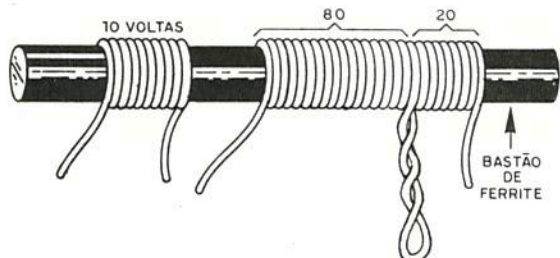

FIGURA 13
f) Com todos os componentes soldados na ponte, prepare a bobina enrolando-a do modo indicado na figura 13. Veja que ela possui dois enrolamentos. Faça em primeiro lugar o enrolamento maior que consta de 100 voltas de fio tendo uma tomada na vigésima. A seguir enrole mais 10 espiras ou voltas de fio sobre esta bobina formando L2.